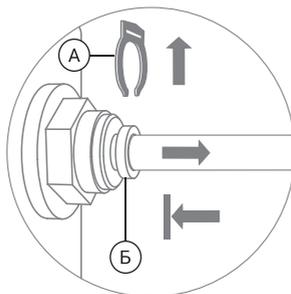

Рис. 12
2. Отсоедините стопорную клипсу (А). Удерживая цанговое кольцо (Б) прижатым к основанию фитинга, потяните на себя пластиковую трубку и аккуратно извлеките ее из фитинга (рис. 12).